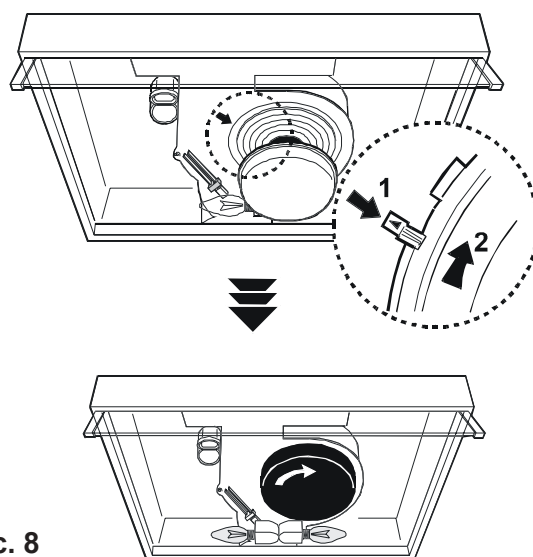

Рис. 8
- Установите рычаг режима работы в положение А – вытяжная вентиляция (рис. 8).
Установка угольного фильтра (рис. 8)